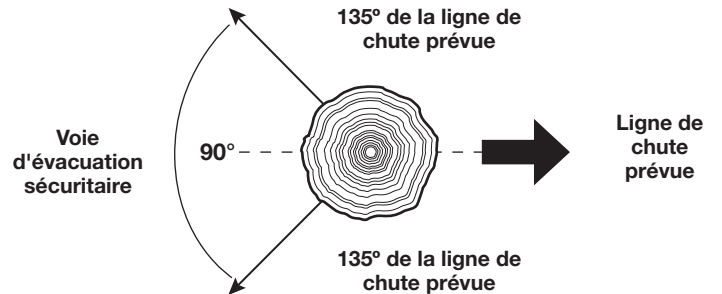

Fig. 12
- Déterminez une voie d'évacuation sûre et rapide. Dégagez la zone autour de l'arbre et assurez-vous qu'il n'y ait aucun obstacle bloquant la voie d'évacuation. Mettez en place un corridor d'évacuation de 90°, à environ 135° de la ligne de chute (Fig. 12).